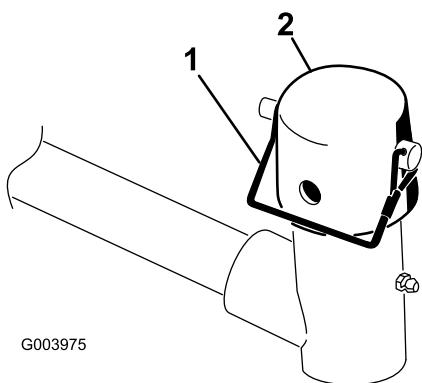

図 10
- 昇降アームのピボットヨークからスナッパピンとキャップを取り図 10。
11. スナッパピンを使って、キャップとキャリアフレームのシャフトとを昇降アームのヨークに固定する。カッティングユニットをステアリングモードで使う場合はスロットを使い、固定モードで使用する場合には、穴を使う図 10。